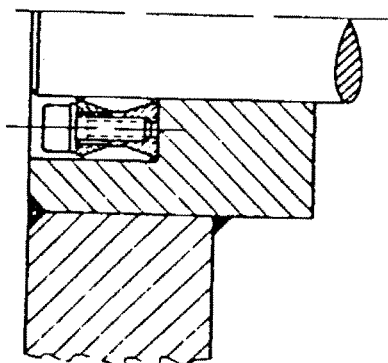

Fig. 6. Montaje de un mangón de acoplamiento con un juego de fijación
6.1.1. Accoppiamento con anelli di fissaggio (fig. 6)